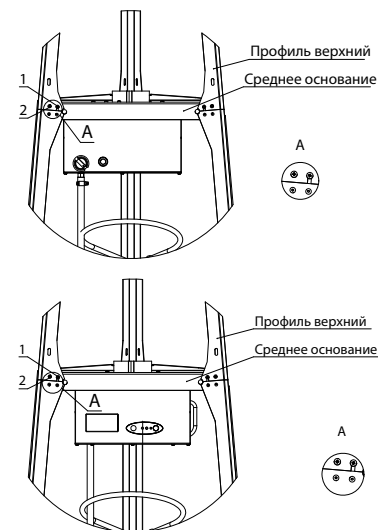

Рис. 10 Установка верхних профилей
- Установите профили на нижнюю предварительно собранную часть газового обогревателя (рис. 10). Для этого наживите винт в среднем основании, которое соответствует пазу в профиле (ближнее к центру отверстия). Установите на данный винт профиль и затяните винт 2, затем подтяните винт 1;